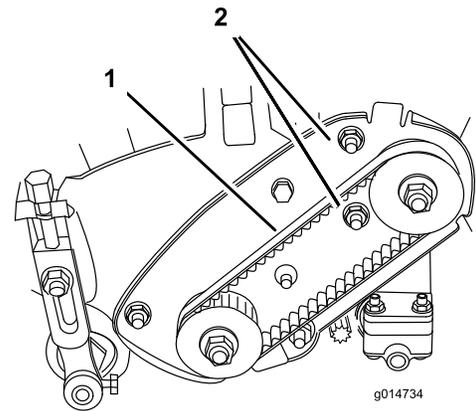

図 38
- A. ベアリング・ハウジング取り付けナットをゆるめる (図 38)。
- C. トルクレンチの設定が狂わないように注意しながら、ベアリング・ハウジング取り付けナットを締め付ける (図 38)。ベルトを締め付けすぎないように注意する。